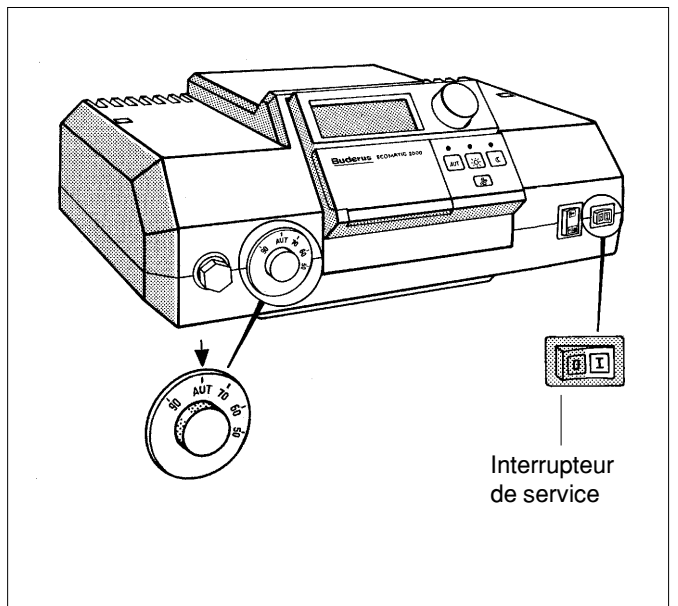

Fig. 7
- Mettre l'interrupteur de service sur la position 0 (fig. 7).